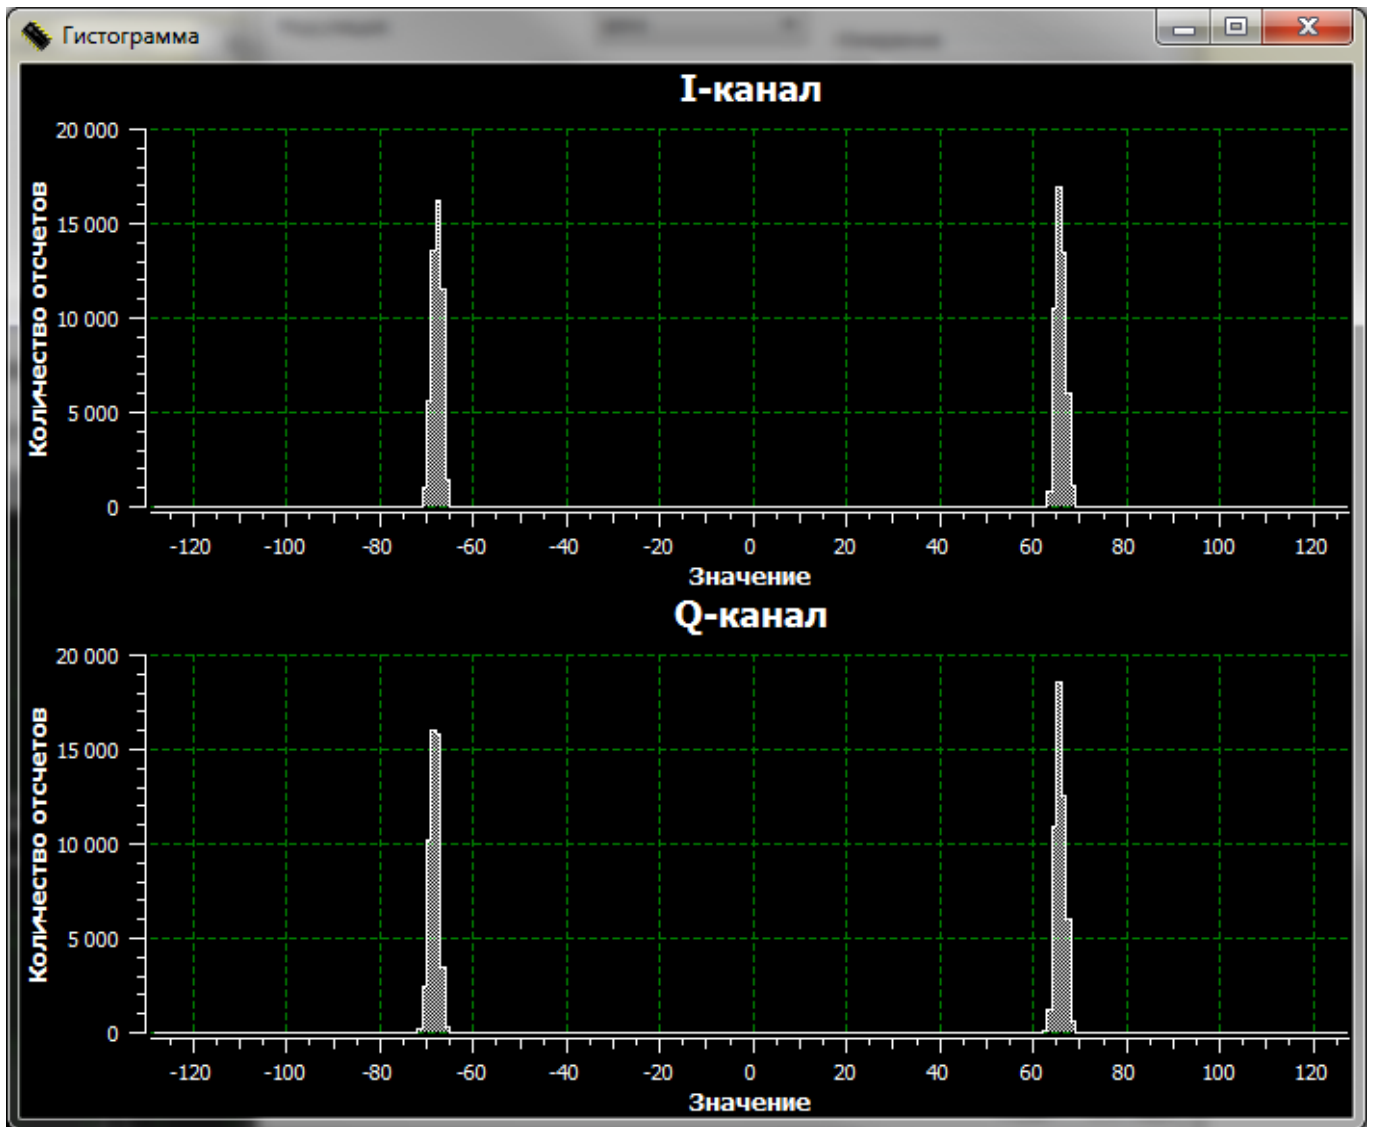

Рис. 32
– «Гистограмма» - открывает окно просмотра гистограммы сигнала, представленное на Рис. 32.